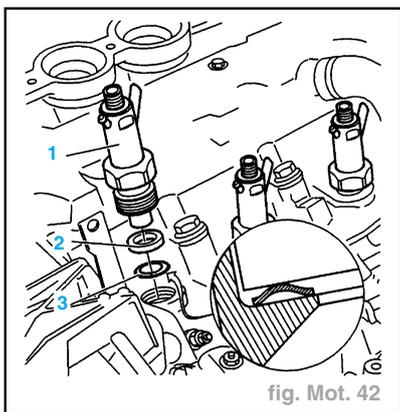

fig. Mot. 42
- Déposer (fig. Mot. 42) :
- les porte-injecteurs (1) en utilisant la douille **7007-T**
- les rondelles d'étanchéité (2).
- les rondelles pare-flammes (3).